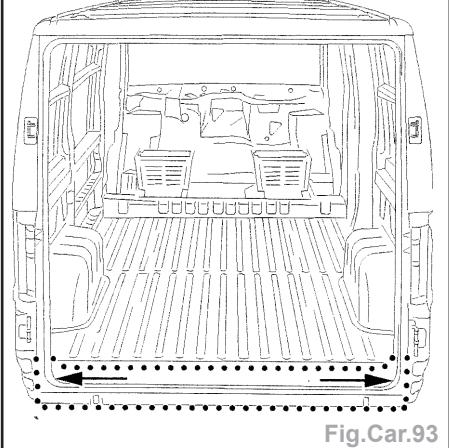

Fig.Car.93
- Souder par points bouchon MAG et par points électriques (Fig.Car.93).